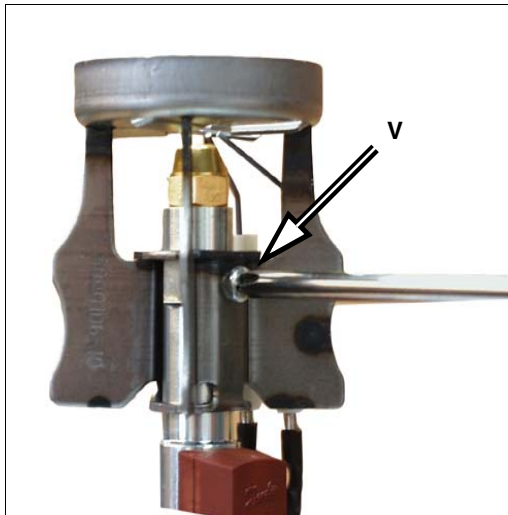

Fig. 15
- Destornillar el tornillo V que fija la cabeza de combustión y remover la cabeza del portainyector (Fig. 15 - Fig. 16).
- Volver a montar la cabeza de combustión respetando la cuota A relevada anteriormente, recordando de fijar el tornillo V (Fig. 15).